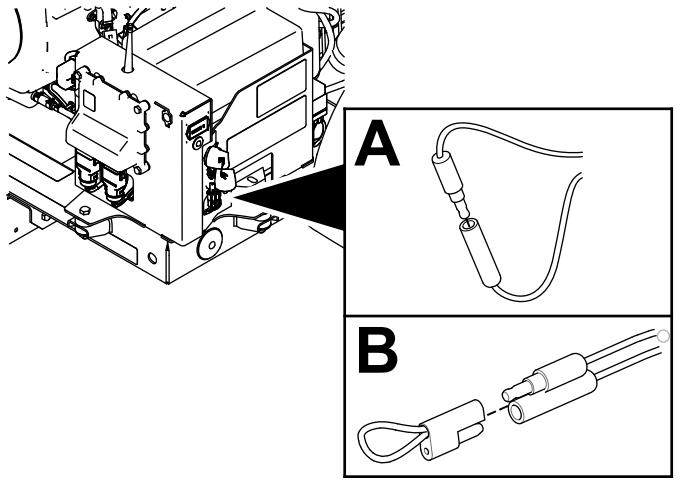

Figura 46
2. Retire el conector de un solo pin del conector hembra simple (Figura 46).
3. Enchufe el conector de un solo pin y el conector hembra simple en el tapón cautivo (Figura 46).